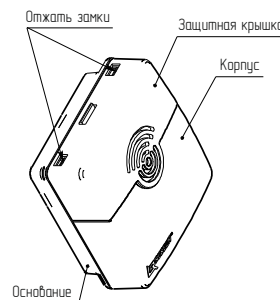

Рисунок 4
- отжать замки и аккуратно отсоединить корпус вместе с защитной крышкой от основания (см. рисунок 4);